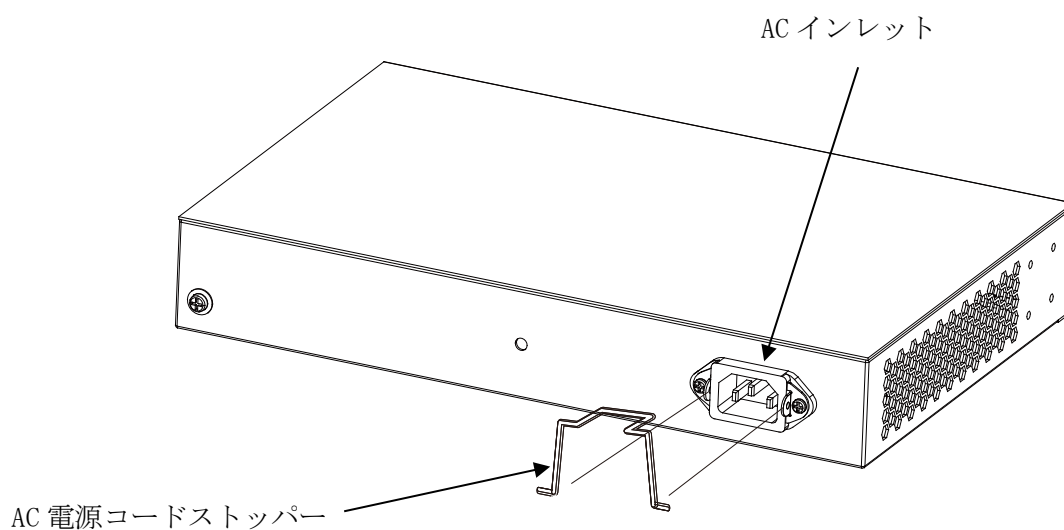

図 3-4 AC 電源コードストッパーの取り付け方法
- (1) AC 電源コードストッパーの両端を AC インレットにある左右の穴に差し込んでください。(図 3-4 参照)